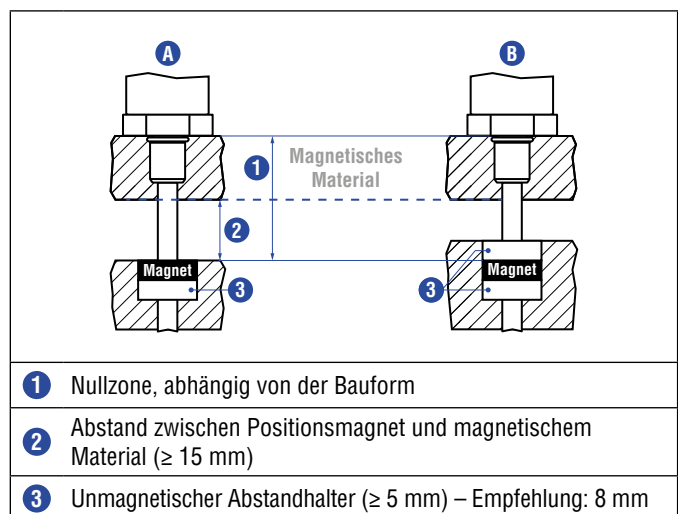

Abb. 72: Einbau mit magnetischem Material
- Der minimale Abstand zwischen Positionsmagnet und magnetischem Material beträgt 15 mm (Abb. 72).
- Beachten Sie die Maße in Abb. 72 bei der Nutzung von magnetischem Material.
Bei der Verwendung von magnetischem Material die in Abb. 72 dargestellten Maße unbedingt beachten.